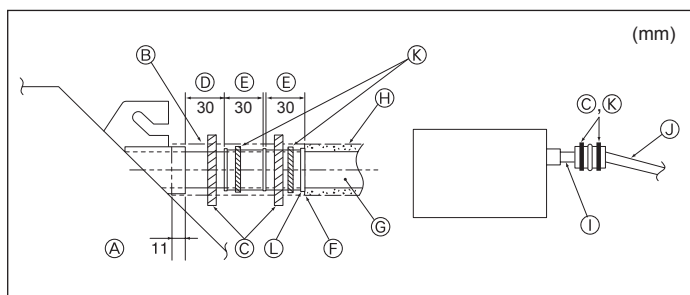

Fig. 3-5
1. Συνδέστε τον ακροσύνδεσμο αποχέτευσης (που παρέχεται μαζί με τη μονάδα) στο άνοιγμα αποστράγγισης. (Fig. 3-5)